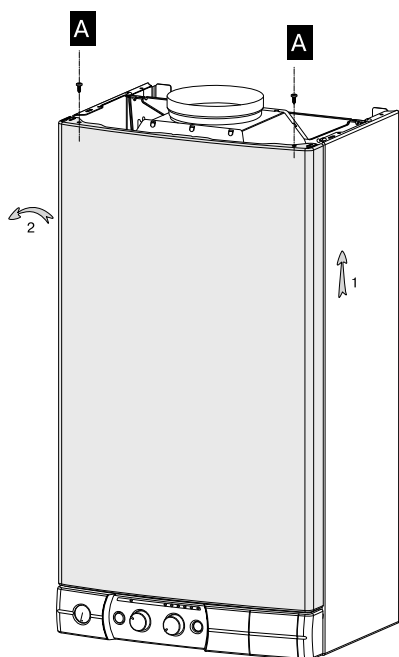

Рис. 7
- Вывинтите фиксирующие винты и отожмите два фиксатора **A** лицевой панели (рис. 7).